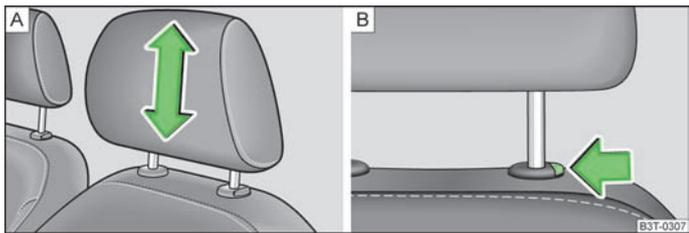

Fig. 59 Poggiatesta: Montaggio/Smontaggio
- Afferrare i poggiatesta lateralmente con le due mani e quindi farli scorrere verso l'alto per la distanza desiderata » [fig. 59 - \[A\]](#).
- Se si desidera fare scivolare verso il basso i poggiatesta, premere con una mano il tasto di sicurezza » [fig. 59 - \[B\]](#) e mantenerlo premuto, mentre la mano sposta il poggiatesta verso il basso.
- Premere il tasto sicurezza nella direzione indicata dalla freccia » [fig. 59 - \[B\]](#) ed estrarre il poggiatesta.